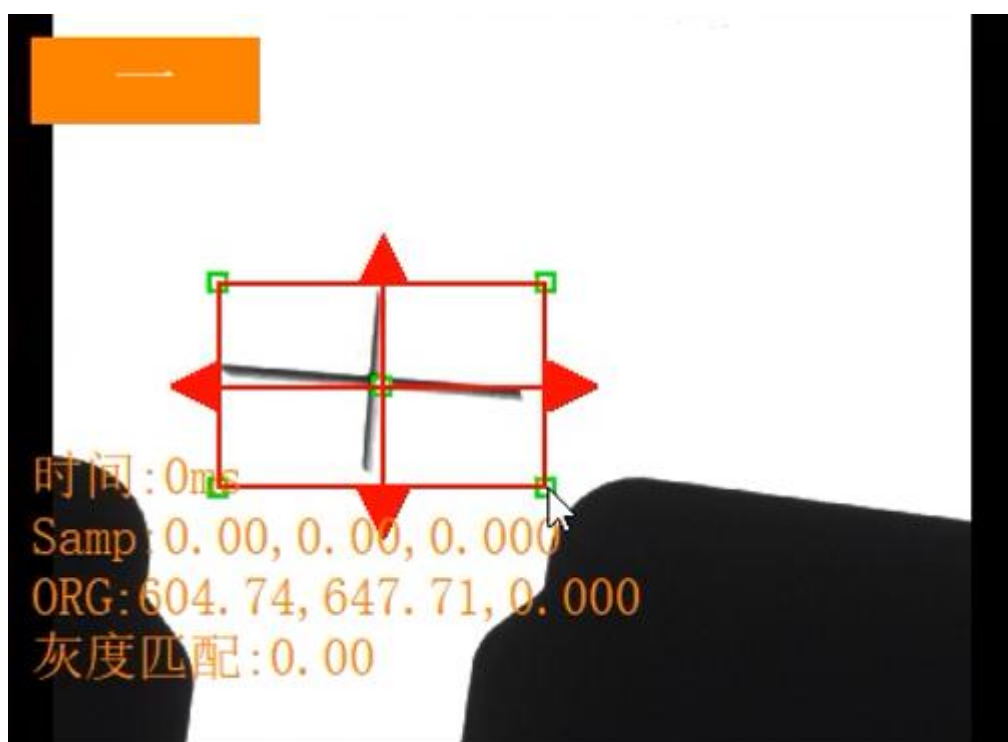

图 2-13
- b. **方形**：选择方形-“轮廓/灰度”工具（弹出如下图 2-13 所示）->调整好红色框的位置以及大小->再点击鼠标右键，点击“学习靶标”完成靶标学习方法以及保存。